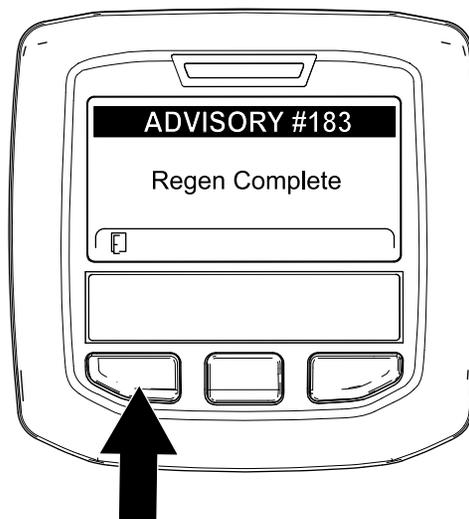

Рисунок 63
9. Когда компьютер двигателя завершает процесс стационарной или восстановительной регенерации, на дисплее инфо-центра появляется информационное сообщение № 183 (Рисунок 63). Для перехода на главный экран нажмите левую кнопку.
**Примечание:** Если регенерацию не удалось завершить, на дисплее инфо-центра появляется информационное сообщение № 184 (Рисунок 63). Для перехода на главный экран нажмите левую кнопку.